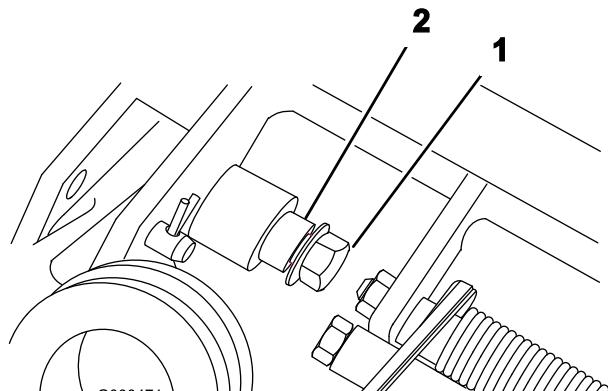

Figura 4
- Togliete il dado di bloccaggio flangiato dalla vite a testa cilindrica e dal perno girevole da ciascun lato del tosaerba (Figura 4).